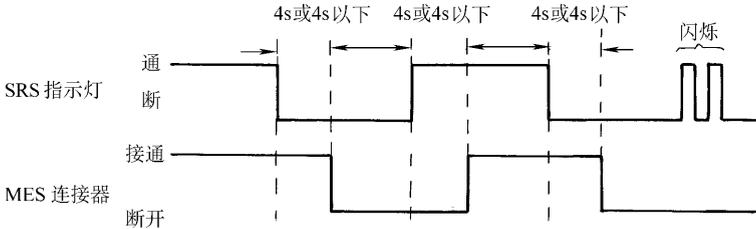

图 3 - 155 故障码被清除时的显示
- (3) 接通点火开关 (II)。
- (4) SRS 指示灯亮约 6s。然后熄灭。在 SRS 指示灯灭后 4s 内，将 SCS 检测插头从 MES 连接器上取下。
- (5) SRS 指示灯再亮。在 SRS 指示灯亮后 4s 内再将 SCS 短路连接器接到 MES 接线器上。
- (6) SRS 指示灯灭，在 4s 内，从 MES 连接器上取下 SCS 检测插头。
- (7) SRS 指示灯闪亮两次 (图 3 - 155)，表示故障码已被清除。